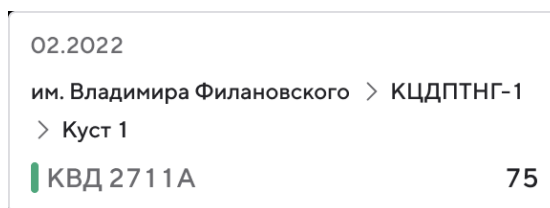

Рисунок 186 — Дополнительное окно с информацией по выбранному оборудованию
6. Подведите указатель к столбцу диаграммы оборудования. Откроется дополнительное окно (Рисунок 186).